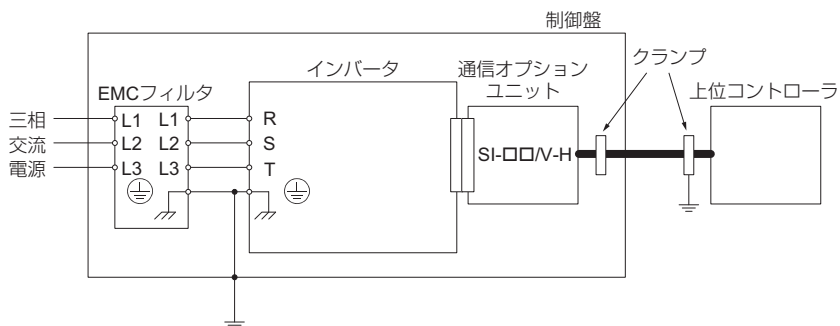

図 16 EMC フィルタとオプションユニットの設置方法
2. 配線はできるだけ短くする。なお、図 16 に従ってシールドを接地してください。